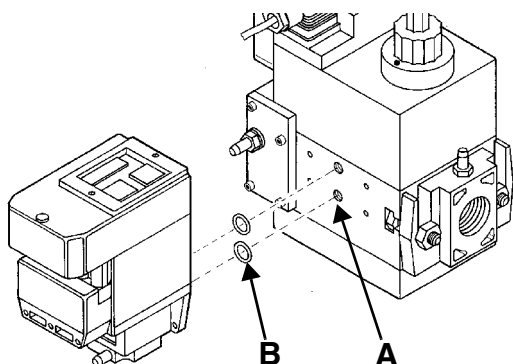
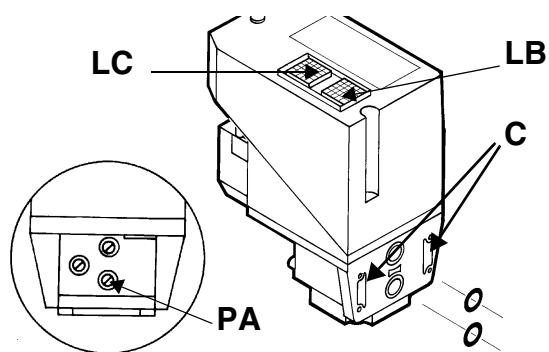

Рис. 14
Рис. 15
- 2). снять крепежные винты группы Multibloc (Рис. 14-А)
- 3). вставить уплотнительные кольца (10,5х2,25) в VPS 504 (Рис. 15-В, Рис. 14-В)
- 4). закрутить 4 винта блока контроля герметичности (М4х16) Рис. 14-С.
Для проверки работы, подсоединить манометр к штуцеру для отбора давления **PA** (Рис. 15). Если проверка завершилась положительно, через несколько секунд загорится жёлтая лампочка **LC**. В противном случае загорится красная лампочка блокировки **LB**. Чтобы перезапустить горелку, необходимо разблокировать блок управления нажатием на светящуюся кнопку **LB**.